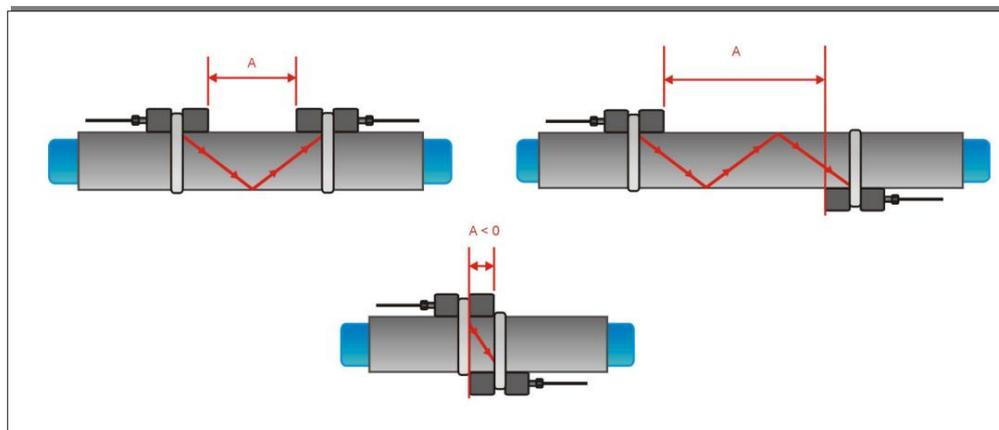

Рисунок 3: Варианты установки накладных датчиков и расстояния между ними
Наиболее частый способ установки датчиков - Зеркальный режим, также известный как V-режим (см. Рисунок 3, схема (1)). В этом режиме ультразвуковой сигнал дважды проходит через среду (2 прохода). Зеркальный режим - наиболее удобный метод установки, так как расстояние между преобразователями можно легко измерить, а датчики легко совместить. По возможности этот метод необходимо применять всегда.
Альтернативный способ установки (см. Рисунок 3, схема (3)) - это Диагональный режим (Z-режим). В этом режиме сигналы проходят через среду однократно. Этот метод часто используется для больших труб, где может быть сильное затухание сигнала.
Возможны вариации Зеркального и Диагонального режимов при увеличении числа проходов через среду. Любое четное количество проходов требует установки датчиков на одной стороне трубы, в то время как при нечетном количестве проходов датчики надо устанавливать на противоположных сторонах трубы. Обычно для небольших труб применяются такие способы установки датчиков как четырехпроходной (W-режим) или трехпроходной (N-режим) (см. Рисунок 3, схема (2)).
На небольших трубах возможно отрицательное расстояние между датчиками $A < 0$, если выбран диагональный режим (см. Рисунок 3, схема (3)). Отрицательное расстояние может быть рассчитано и в зеркальном режиме, но невозможно. В таких случаях используйте диагональный режим или большее число проходов.